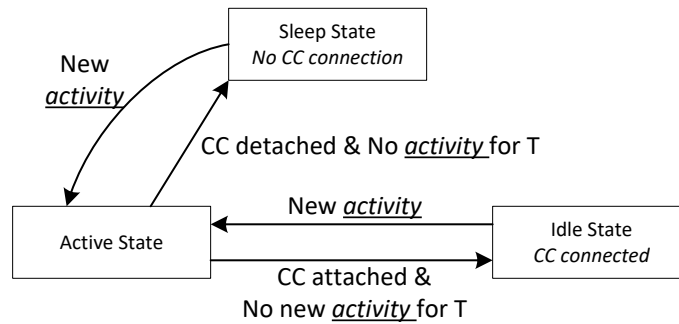

图 8-33. 电源状态的流程图
TPS25751A 可在三种不同的电源状态之一下运行：工作、空闲或睡眠。现代待机模式是空闲模式的一个特殊情况。节 6.7 中总结了每个状态下可用的功能。该器件会根据处于运行状态和需要的电路在三种电源状态之间自动转换。请参阅图 8-33。在睡眠状态下，TPS25751A 会检测 Type-C 连接。在工作模式与空闲模式之间转换需要一段时间 (T)，而不执行以下任何活动：